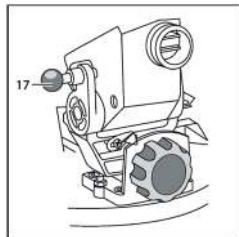

Рис. 2
2. Приведите изделие в рабочее положение, для чего припустите головку за рукоятку (8) и извлеките стопорную шпильку (17). Придерживая рукоятку (8), дайте режущей части возможность под действием пружины переместиться в верхнее положение (Рис. 2).
- б) угол установки огран. упора наклона 45°. Проверять только после установки ограничительного упора наклона на 90° по шкале наклона (15), наклонив диск пилы до упора влево;